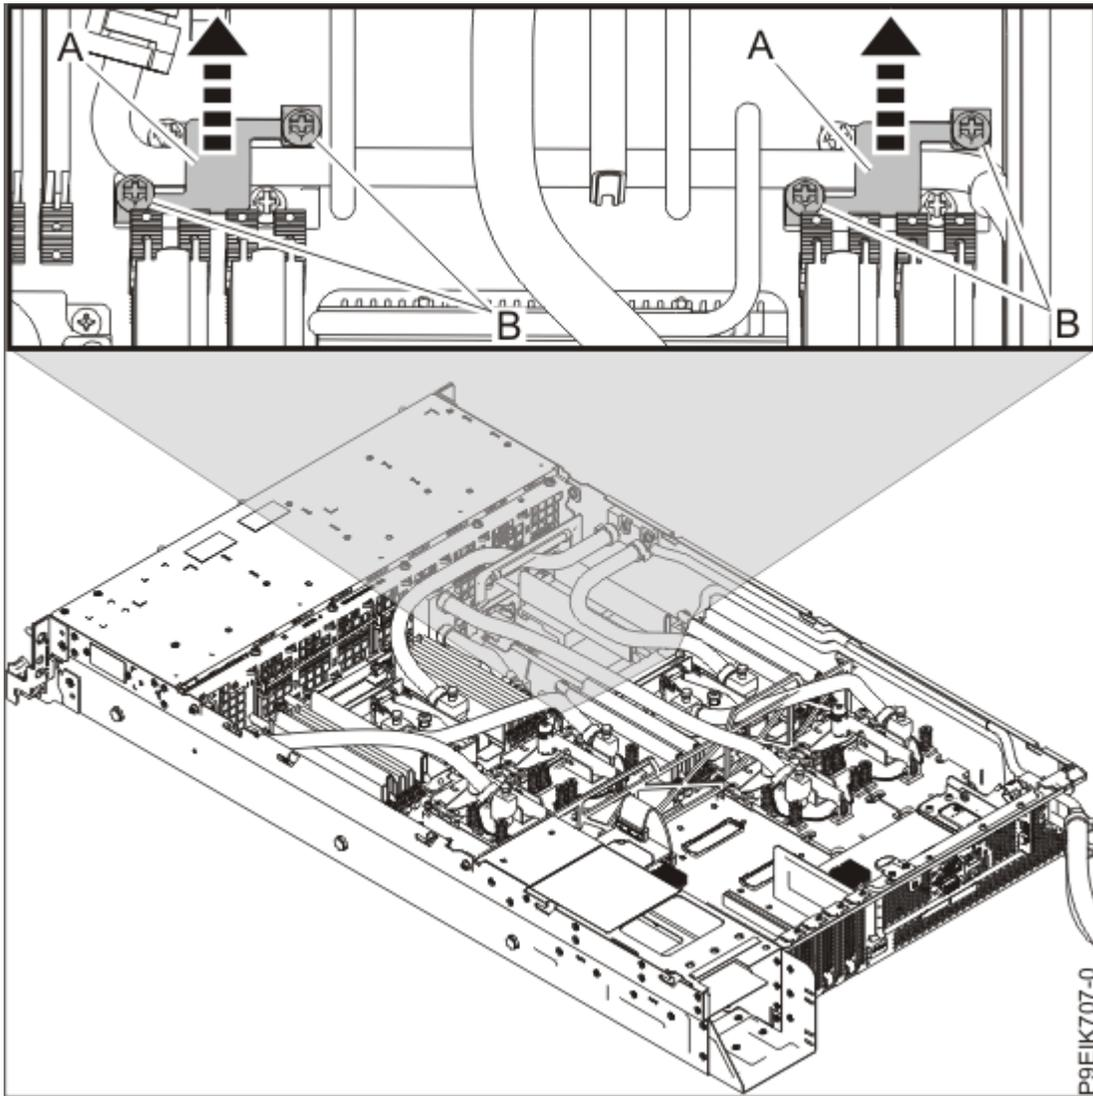

図 8. パイプ・ホルダーの取り外し
5. システムの中央近くにある2つのパイプ・ホルダー **(A)** を取り外します (12 ページの図 8 を参照)。4 本のねじ **(B)** を緩め、ホルダーを持ち上げてパイプから外します。